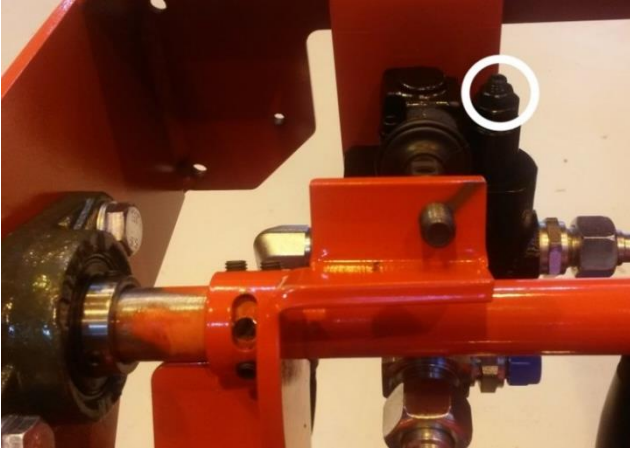

Bild 42
1. Sågmotorns säkerhetsventil (200 bar) Bild 42